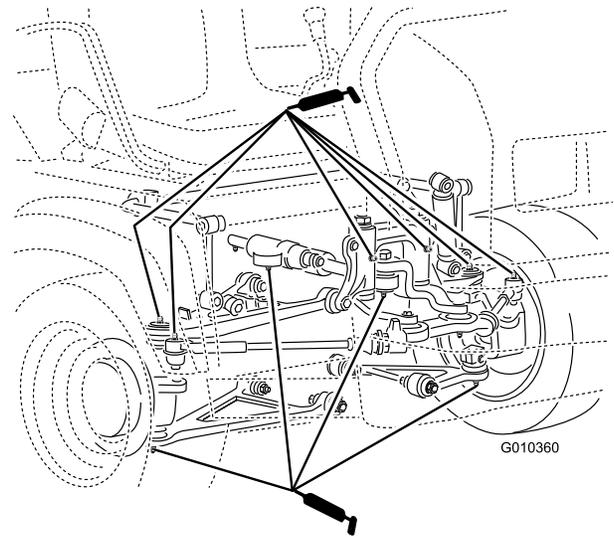

Bild 40
- Kugellager (4), Spurstangen (2), Schwenkhalterungen (2) und Lenkzylinder (2) (Bild 40)